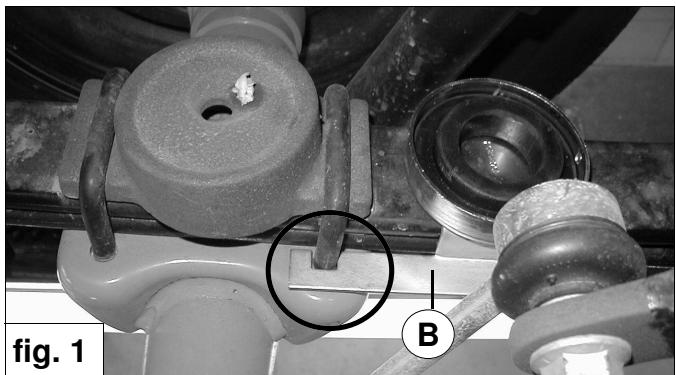

fig. 1
- Stellen Sie den untere Federteller auf die Blattfeder an der Vorderseite der Hinterachse. Siehe Fig.1.
- Placez les caoutchoucs **ø 60 mm** dans les coupelles inférieures **B** et les caoutchoucs **ø 50 mm** dans les coupelles supérieures **A**. Voir fig. 1 et 2.
- Placez la coupelle **B** sur le ressort à lames à l'avant de l'essieu. Veillez à ce que la languette accroche correctement la bride du ressort. Voir fig. 1.
- Placera gummit **ø 60 mm** inuti det nedre fjädersätet **B** och gummit **ø 50 mm** inuti det övre fjädersätet **A**. Se fig. 1 & 2.